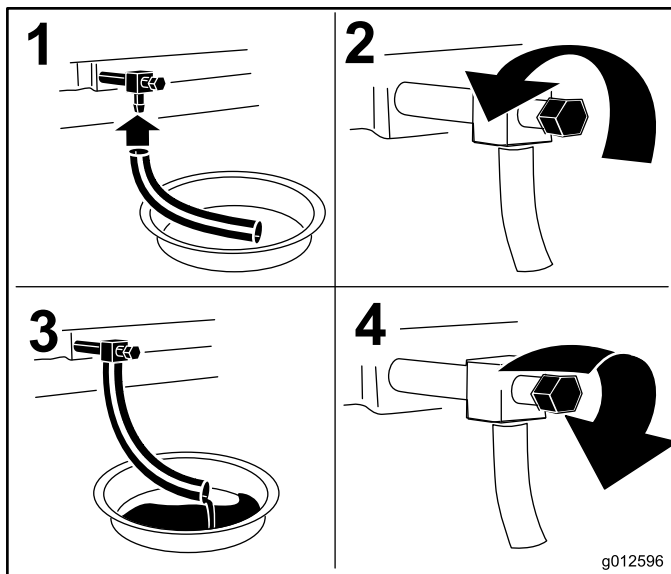

Figura 44
3. Desligue o motor, retire a chave e aguarde até que todas as partes em movimento parem antes de sair da posição de operação (Figura 44).
4. Mude o óleo do motor conforme indicado na Figura 44.